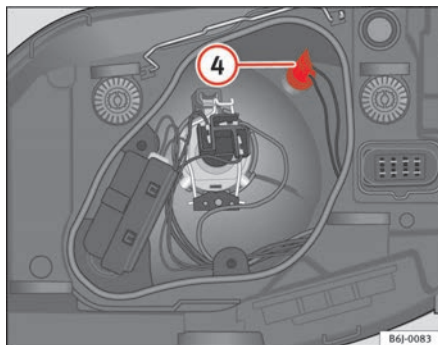

Fig. 154 Luci di posizione
- Estrarre il portalampe (4) ⇒ fig. 154 verso l'esterno.